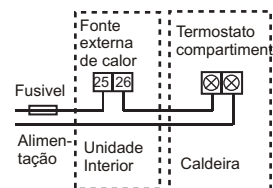

Fig. 6-12
3. Se a fonte externa da calor necessita de um sinal de uma voltagem específica (tal como 22—240V – 50 Hz), então necessita de fornecer aos terminais de controlo 25 e 26 a alimentação correspondente como descrito na Fig. 6-12